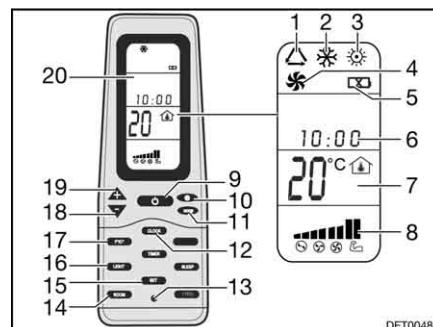

Bild 196 Fjärrstyrning
- Tryck på knappen ON/OFF (Bild 196,9).
- Tryck så många gånger på knappen "Mode" (Bild 196,11) tills önskad driftstyp (Bild 196,1, 2, 3 eller 4) visas på displayen (Bild 196,20).
- Ställ in önskad temperatur med knapparna "+" (Bild 196,19) och "-" (Bild 196,18).
- Med knappen Fläktvarvtal (Bild 196,10) väljs önskad fläktkapacitet.
Slå från: ■ Tryck på knappen ON/OFF (Bild 196,9).